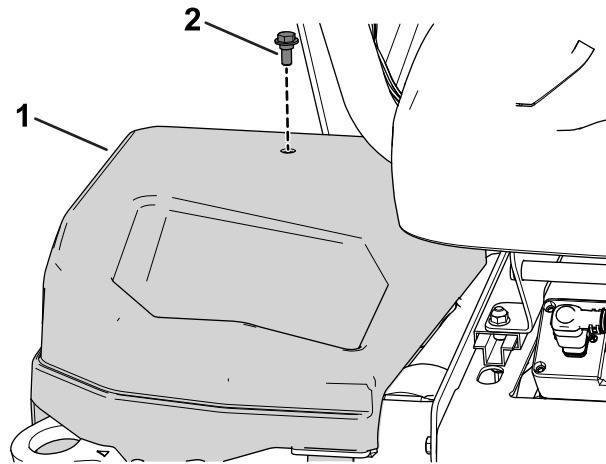

Figur 46
4. Montera locket med sex uttag till kablagekontakten märkt P50 (Figur 46).